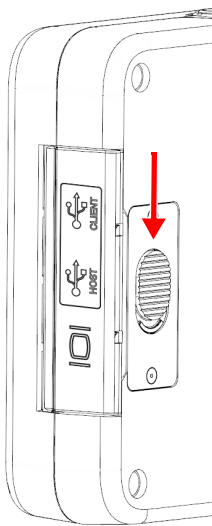

Рис. 3-3 Кнопка деблокировки крышки порта данных
1. Нажмите на кнопку деблокировки крышки и передвиньте ее вниз, чтобы разблокировать крышку порта вывода данных (см. Рис. 3-3 на стр 40).